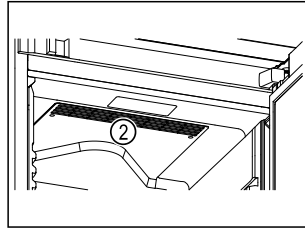

Fig. 60
- Pidä sisätilassa olevan kiertoilmapuhaltimen tuuletusraot Fig. 60 (2) vapaina.